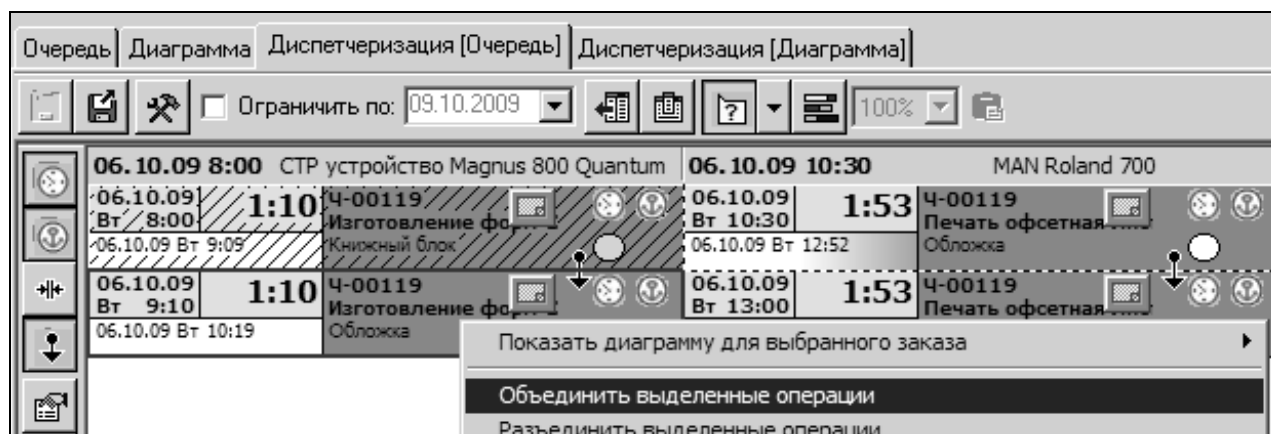

Рис. 3.5. Приклад об'єднання операцій
Для об'єднання операцій слід виділити ряд послідовних операцій в черзі, натиснути праву кнопку миші і вибрати у функціональному меню пункт "Об'єднати виділені операції". Об'єднані операції будуть помічені піктограмою  (рис. 3.5). Для роз'єднання операцій слід відмітити об'єднані операції і вибрати пункт меню "Роз'єднати виділені операції". Об'єднання/роз'єднання операцій може бути виконане відповідним перемикачем, розташованим на лівій панелі управління вікна диспетчеризації;
9) **перебудова черги**. Режим перебудови черги призначений для автоматичного впорядковування операцій за критерієм готовності їх до виконання. Операція вважається за готову до виконання у випадку, якщо завершені всі попередні в технологічному маршруті операції. Слідом за готовими до виконання операціями система вибудовує операції, у яких не завершена одна з передуючих, і так далі (див. рис. 3.5).